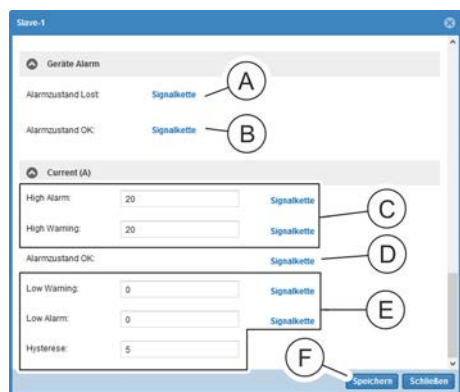

Abb. 167: Fenster "Slave <Nr.>"
4. ➤ Im Bereich „Geräte-Alarm“ für den „Alarmzustand Lost“ und „Alarmzustand OK“ bei Bedarf eine Signalkette konfigurieren. Dazu auf die Schaltfläche „Signalkette“ (Abb. 167/Ⓐ bzw. Ⓑ) klicken.
6. ➔ Im Bereich „Current (A)“ einen Wert für „High Alarm“ und „High Warning“ eingeben (Abb. 167/Ⓒ) und eine Signalkette zuweisen (analog zu Schritt 4 und 5).
7. ➔ Im Bereich „Current (A)“ dem Parameter „Alarmzustand OK“ (Abb. 167/Ⓓ) bei Bedarf eine Signalkette zuweisen (analog zu Schritt 4 und 5).
8. ➔ Im Bereich „Current (A)“ einen Wert für „Low Warning“, „Low Alarm“ und „Hysterese“ eingeben (Abb. 167/Ⓔ) und eine Signalkette zuweisen (analog zu Schritt 4 und 5).
9. ➔ Auswahl über die Schaltfläche „Speichern“ (Abb. 167/Ⓕ) bestätigen.